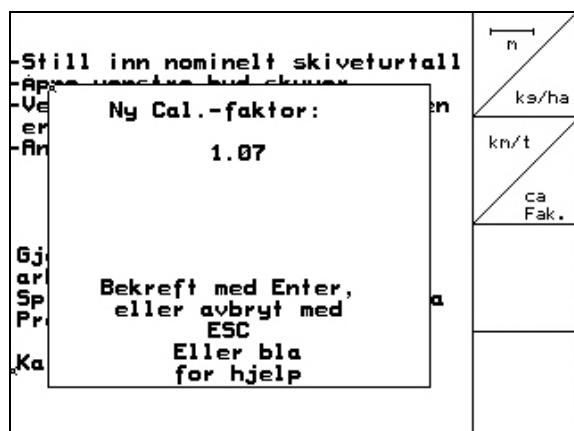

Fig. 22
- Den nye kalibreringsfaktoren vises (Fig. 22).